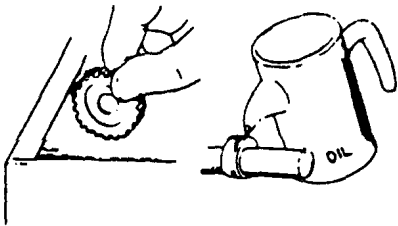

图 1-3
5. 分解零部件后,需检查侧定的零部件应清洗,组合时,各零部件之间的摩擦面应涂机油润滑,见图 1-3。